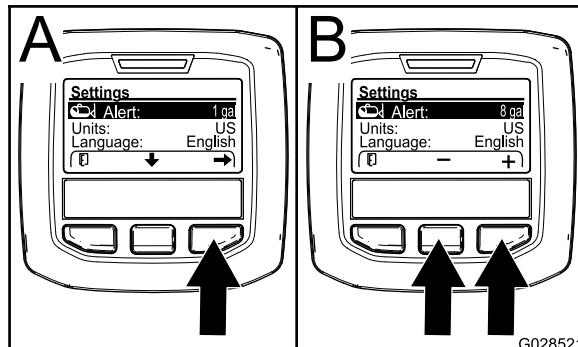

Figura 70
2. Premete il pulsante di selezione centrale per evidenziare le impostazioni di Allarme (Figura 70).
3. Premete il pulsante di selezione destro (Figura 70).
- Usate i pulsanti di selezione centrale o destro per inserire la quantità minima nel serbatoio per far scattare e visualizzare l'allarme durante l'irrorazione (Figura 70).